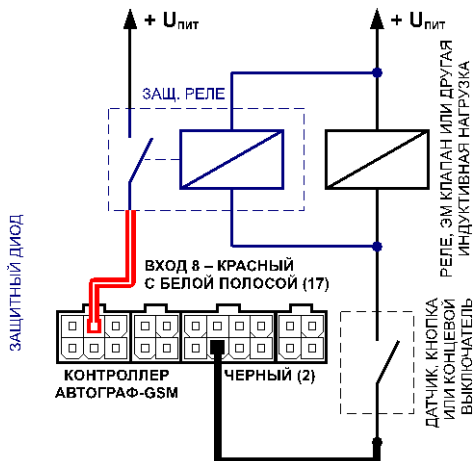

Рисунок 2.
2. **Защитное реле** (рис. 2) – устанавливается параллельно индуктивной нагрузке. При этом, контакты защитного реле служат для замыкания входа контроллера на «плюс».